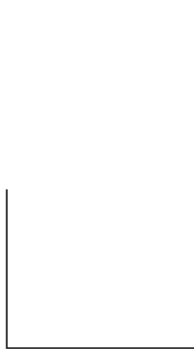
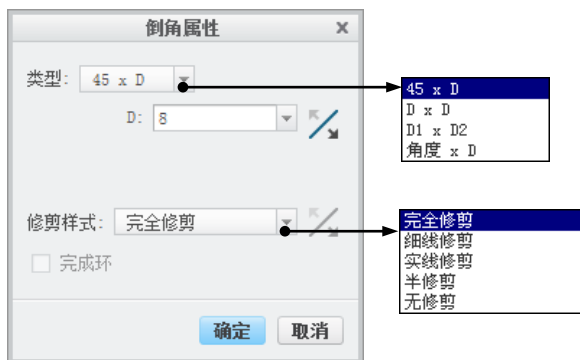

图 4.3.20 倒角前
图 4.3.21 “倒角属性”对话框
Step1. 将工作目录设置至 D:\creo4.7\work\ch04.03.06，打开图 4.3.20 所示的工程图文件 chamfer.drw。
Step2. 在功能选项卡区域的 **草绘** 选项卡中单击  倒角 按钮，在  的提示下，按住 Ctrl 键选取图 4.3.20 中的两条直线，单击中键，此时系统弹出图 4.3.21 所示的“倒角属性”对话框。在 **类型** 下拉列表中有四种创建倒角的方式。
① 在 **类型** 下拉列表中选择 **45° x D** 选项，在 **D** 文本框中输入倒角尺寸值 8，在